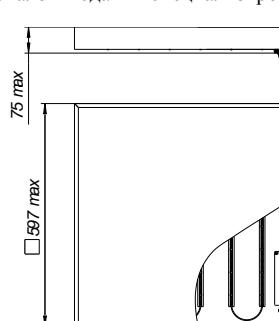
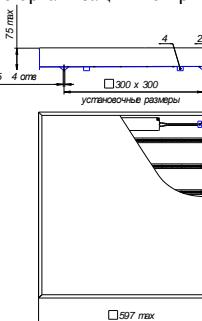

Рис.1
Рис.2
- для светильников со встраиваемым исполнением «В» (рис.1):
- а) подключить питающие и заземляющие провода к клеммной колодке (1) согласно схемы рисунка 3;
- для светильников с установкой на потолок накладным методом «П» (рис.2) (возможна установка в ячейку потолка типа Амстронг):
- а) извлечь корпус (1) из рамки (2);
- в) подсоединить питающие провода к клеммной колодке (3) согласно схемы рисунка 3;
- г) установить рамку с рассеивателем на корпус и загнуть ламели (4) внутрь корпуса, угол загиба более 90°